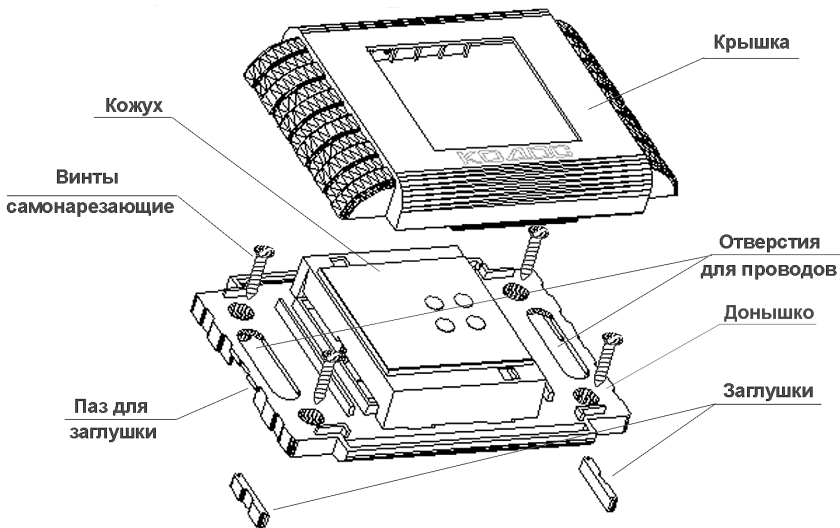

Рисунок 4 – Крепление изолятора линии (клеммы условно не показаны)
- а) Снять с устройства крышку (рисунок 4).
- 4) если провода подходят сбоку изолятора линии (например, из короба или гофрированного шланга), снять заглушки (рисунок 4);
- 5) через отверстия для проводов (если провода идут из стены) или через пазы для заглушек и отверстия для проводов (в случае, если провода подходят сбоку) (рисунок 4), протянуть провода к кожуху изолятора линии;